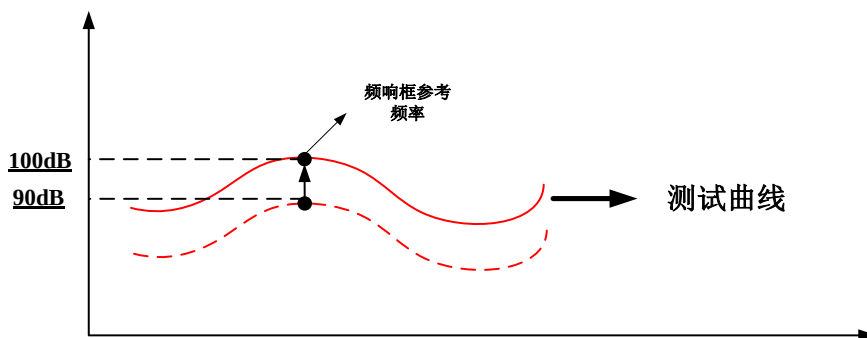

图 4.40 归零法示意图
- ✓ 被测曲线依据参考频率点、参考值进行平移, 若“频响框参考频率”=1000Hz, “频响框参考值”=100dB, 实际被测曲线 1kHz 处灵敏度为 90dB, 则界面显示会将曲线向上平移 10dB, 如图 4.40 所示, 框线位置固定不变。